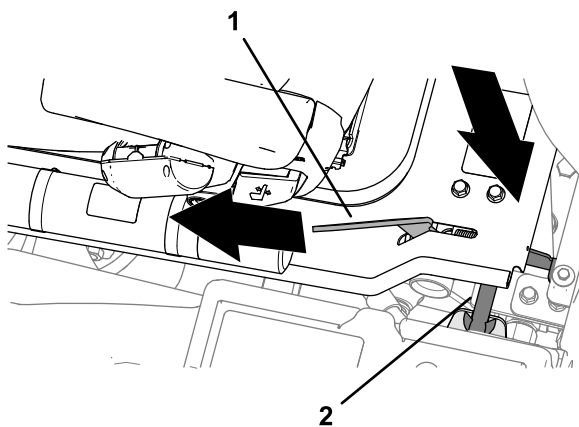

Figure 51
2. Lorsque la plateforme approche de la position complètement baissée, déplacez la poignée de verrouillage (Figure 51) vers l'avant de la machine.